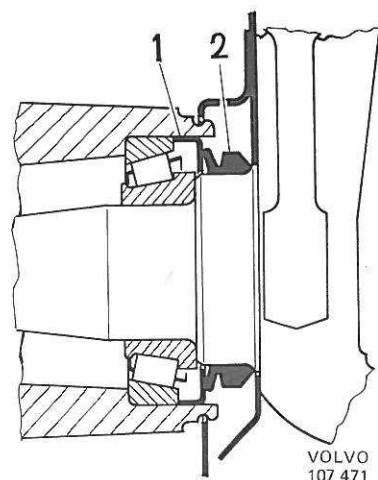
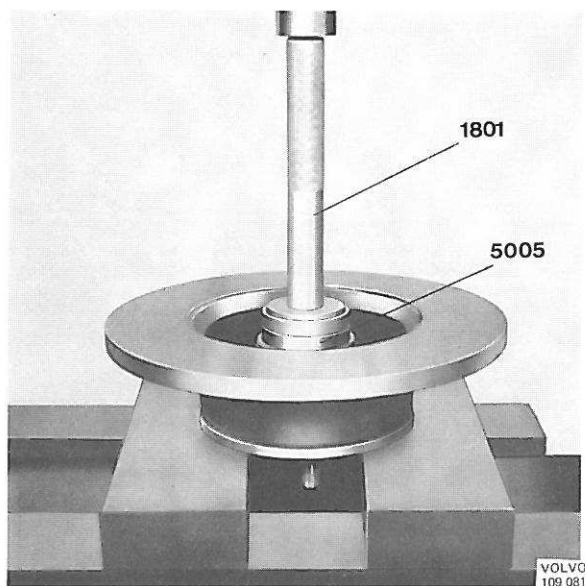

Figure 25. Etanchéité de moyeu, nouveau modèle.
Figure 26. Montage de la bague d'étanchéité
1. Poser le roulement intérieur en place dans le moyeu et enfoncer la bague d'étanchéité (ou rondelle 1, figure 25) jusqu'à bien l'appliquer contre la cuvette du roulement. Se servir pour ce travail du mandrin 5005 et de la poignée de base 1801, voir figure 26. Bien lubrifier le joint de feutre en mettant par exemple une huile fluide pour moteur s'il s'agit d'un joint d'ancien modèle.
Si le joint caoutchouc (2, figure 25) a été démonté, le remonter sur la fusée — sans outil — et l'enfoncer au maximum sur cette fusée. Veiller à ce qu'il ne soit pas monté en biais sur la fusée.